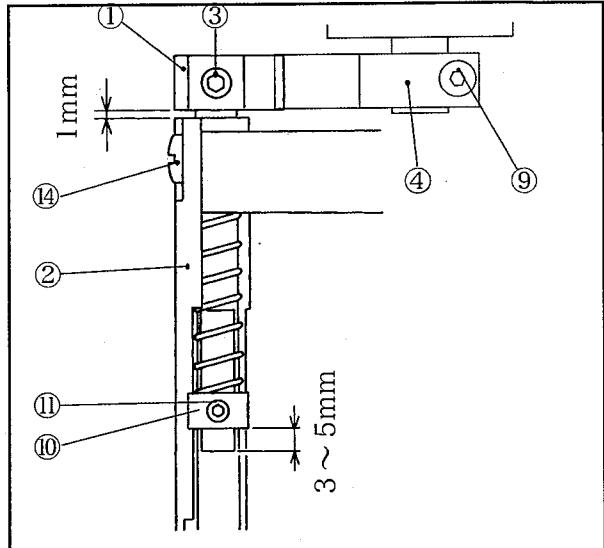
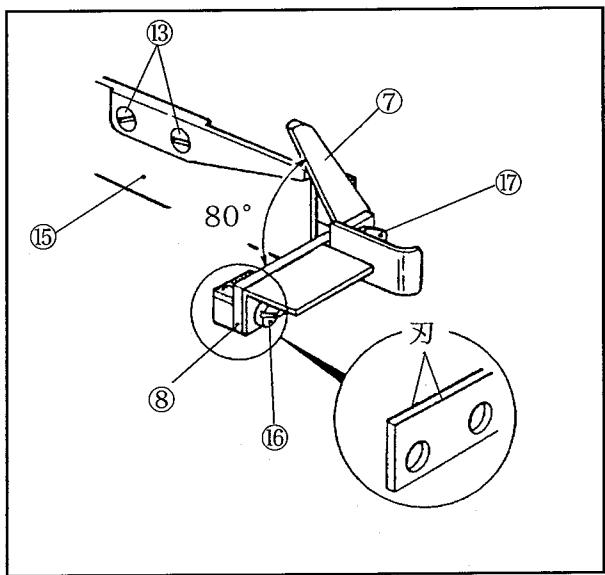

図8
図10
- 1) 上メス⑦と下メス⑧のかみ合い圧力は上メス軸部の平当り面の端から上メスカラー⑩までの寸法を3~5mmになるように止メネジ⑪を締めてください。(図8)
- 2) 従ギヤ①と上メス台②のすきまが1 mmとなるように止メネジ③を上メス軸後端の平当たり部で締めてください。(図8)
- 4) 上メス⑦の静止位置は下メス⑧より上に約80°になるよう、駆動ギヤ④の止メネジ⑨を緩めて、上メス⑦を調整してください。(図8、図10)
- 1) 止メネジ⑬2個と図8の止メネジ⑭を取り外します
- 2) メス装置⑮を取り外します。
- 3) 止メネジ⑯2個と⑰を取り外す
- 4) 下メス⑧を交換します。